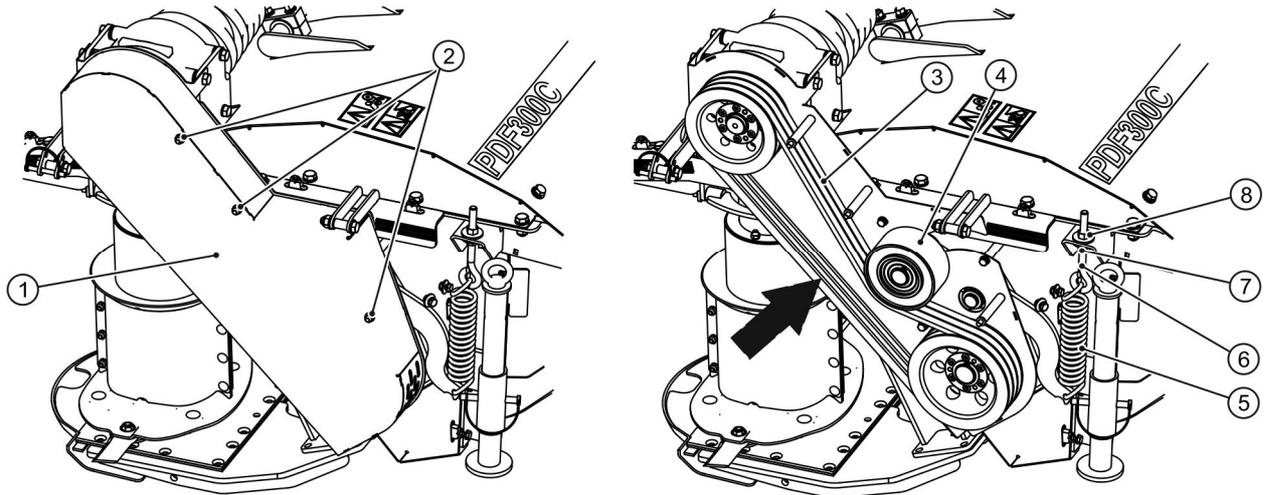

ABBILDUNG 5.6 Einstellen der Spannung des Antriebsriemens PDF300C
(1)- Getriebeschutz; (2)- Muttern; (3)- Treibriemen; (4)- Spanner; (5)- Spannerfeder; (6)- Spannerschraube; (7)- Kontermutter; (8)- Einstellmutter.
Die Riemen­spannung (ABBILDUNG 5.6) kann mit der Einstellmutter (8) der Spannschraube (6) ver­ndert werden. Schrauben Sie dazu die Kontermutter (7) ab und ziehen Sie die Einstellmutter (8) auf der Schraube (6) an, bis die Spannfeder ihre Mindestspannung erreicht hat. Die Durchbiegung des Riemens (3), gemessen in der Mitte zwischen der Riemenscheibe des Winkelgetriebes und der Riemenscheibe der Aufbereiterwelle (in der Abbildung mit einem Pfeil markiert), sollte unter einem Druck von 7,5 daN (kg) nicht mehr als 10 mm betragen.